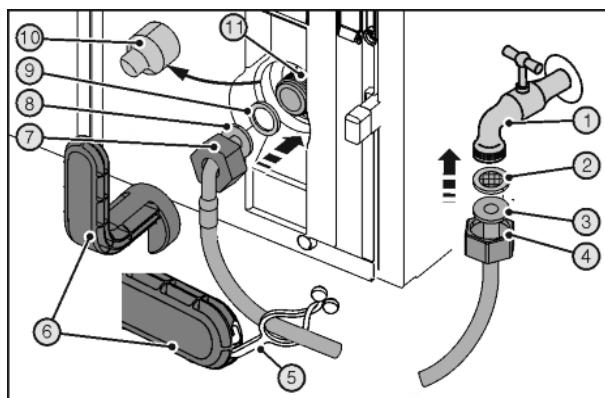

Fig. 44
Резаные раны из-за поломанного вспомогательного инструмента Fig. 44 (6).
- Вспомогательный инструмент Fig. 44 (6) использовать только при комнатной температуре.
- До конца сдвинуть гайку Fig. 44 (7) через прямой конец шланга Fig. 44 (3) и удерживать.
- Вставить ситовую ловушку Fig. 44 (2) в гайку Fig. 44 (4).
- ▷ Ситовая ловушка Fig. 44 (2) прилегает к прямому концу шланга Fig. 44 (3) и слегка поддерживается.
- Подсоедините к запорному крану Fig. 44 (1) гайку Fig. 44 (4) с расположенной на прямом конце шланга Fig. 44 (3) ситовой ловушкой Fig. 44 (2).
- Временным открытием запорного крана Fig. 44 (1) подачи воды удалить воздух из водопровода и заполнить водой. Шланг для этого держать в ведре.
- Снять крышку Fig. 44 (10).
- До конца сдвинуть гайку Fig. 44 (7) через конец шланга в виде угла Fig. 44 (8) и удерживать.
- Смочить уплотнение Fig. 44 (9) и вдавить в гайку Fig. 44 (7) на конце шланга в виде угла Fig. 44 (8).
- ▷ Уплотнение Fig. 44 (9) прилегает к концу шланга в виде угла Fig. 44 (8) и слегка поддерживается.
- Подсоедините к электромагнитному клапану Fig. 44 (11) гайку Fig. 44 (7) с расположенным на изогнутом в виде угла конце шланга Fig. 44 (8) уплотнением Fig. 44 (9).
- Затяните подключения с помощью вспомогательного инструмента Fig. 44 (6) по часовой стрелке, пока не будет достигнут максимальный момента затяжки и вспомогательный инструмент Fig. 44 (6) начнет прокручиваться.
- Откройте запорный кран Fig. 44 (1) системы подвода воды и проверьте герметичность всей водяной системы.
- Зацепить накладку Fig. 44 (5) в вспомогательном инструменте Fig. 44 (6) и для хранения закрепить на шланге из высококачественной стали.